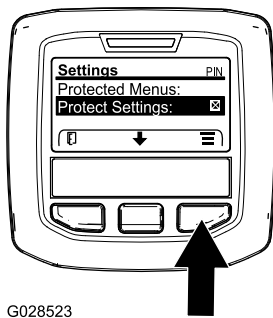

Bild 23
1. Navigieren Sie vom Hauptmenü mit der mittleren Taste auf das Menü EINSTELLUNGEN und drücken Sie die rechte Taste (Bild 23).